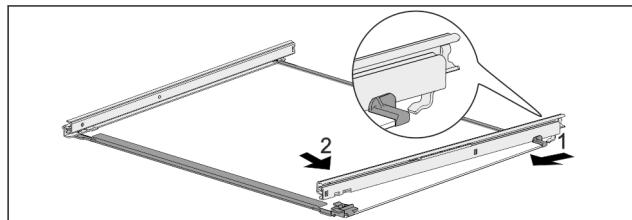

Fig. 117 Glasplatte mit Schienen
- Schiene hinten einhaken. Fig. 117 (1)
- Schiene vorne einrasten. Fig. 117 (2)